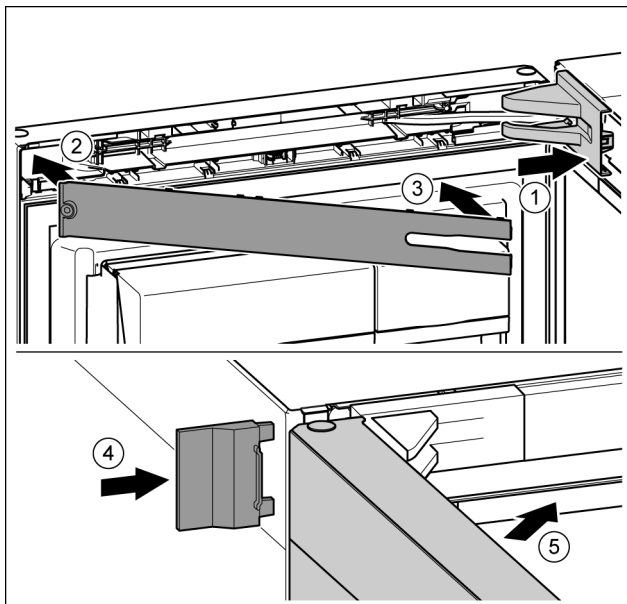

Fig. 43
- ▶ Lagerbockabdeckung aufsetzen und einrasten, ggf. vorsichtig auseinanderdrücken. Fig. 43 (1)
- ▶ Blende aufsetzen. Fig. 43 (2)
- ▶ Blende einschwenken und einrasten. Fig. 43 (3)
- ▶ Äußere Abdeckung aufschieben. Fig. 43 (4)
- ▶ Obere Tür schließen. Fig. 43 (5)